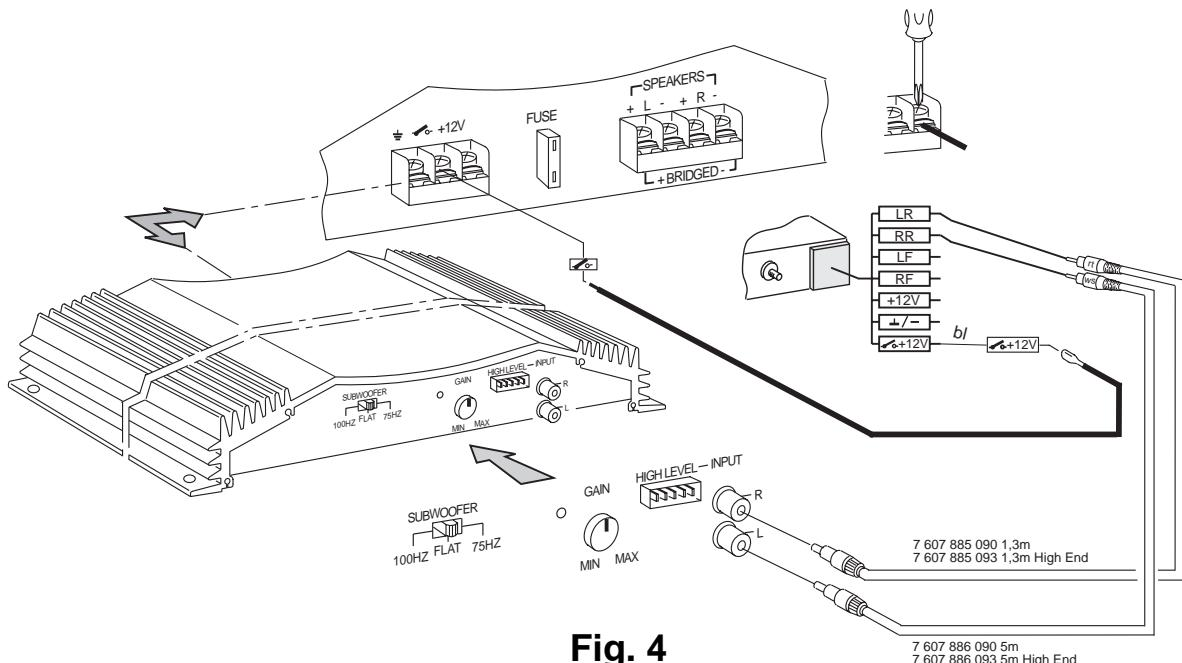

Fig. 4
Conexión en autoradios con salida Cinch	fig. 4
- Ligação à auto-rádios com saída Cinch Fig. 4